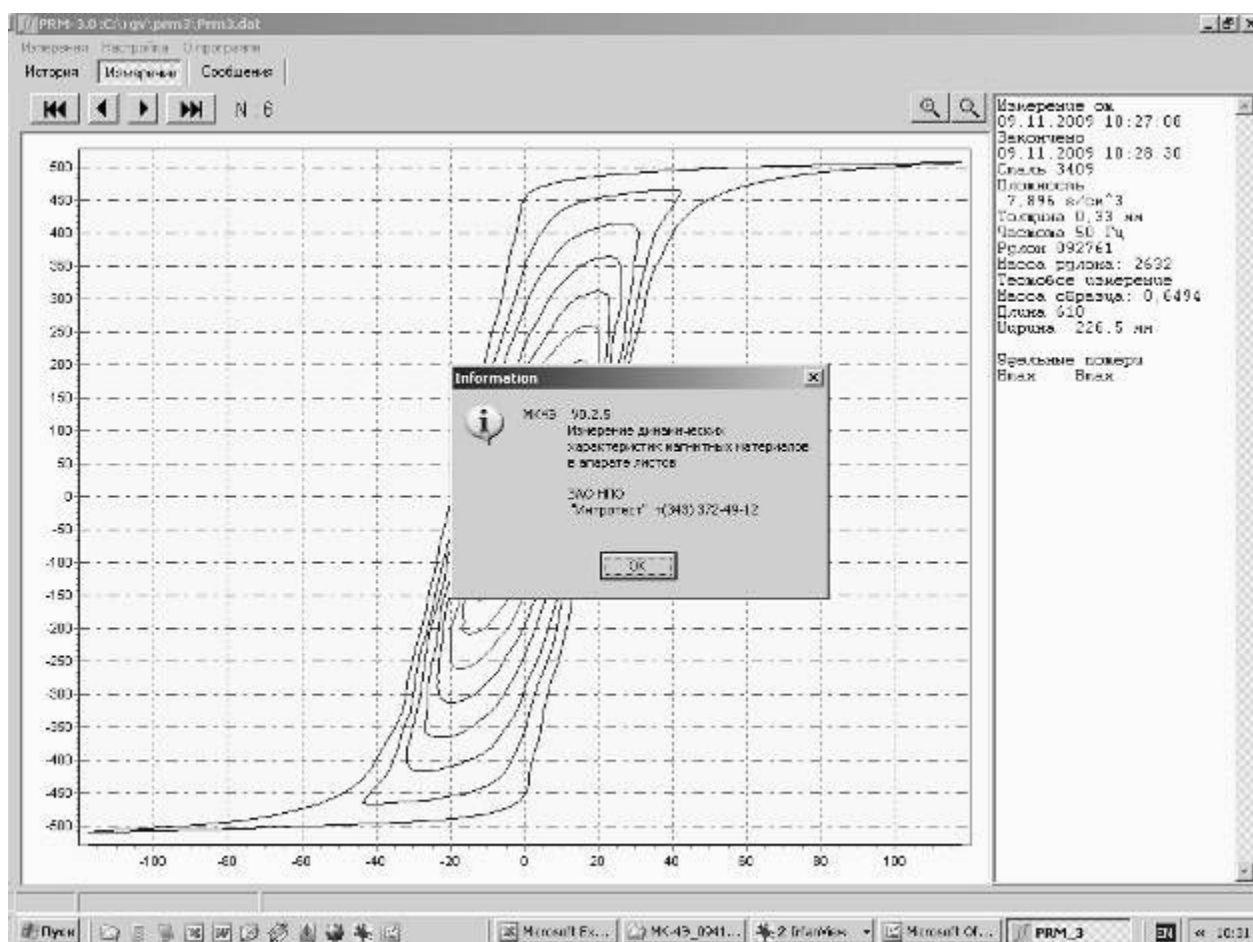

Рис. 10 Окно "О программе"
- 2.3.2.25 Кнопка "О программе" открывает окно с информацией об используемой версии программы (рис. 10).